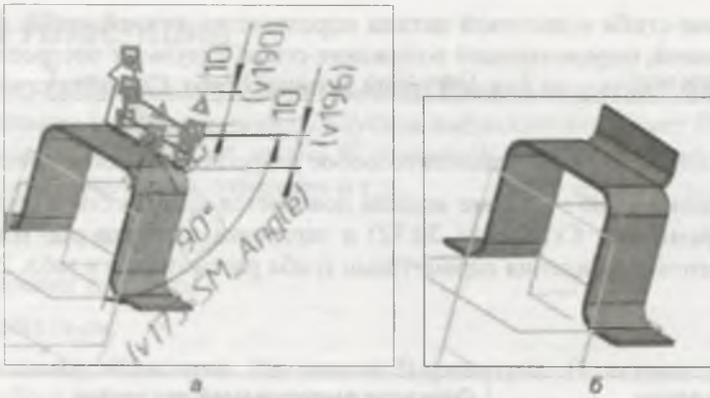
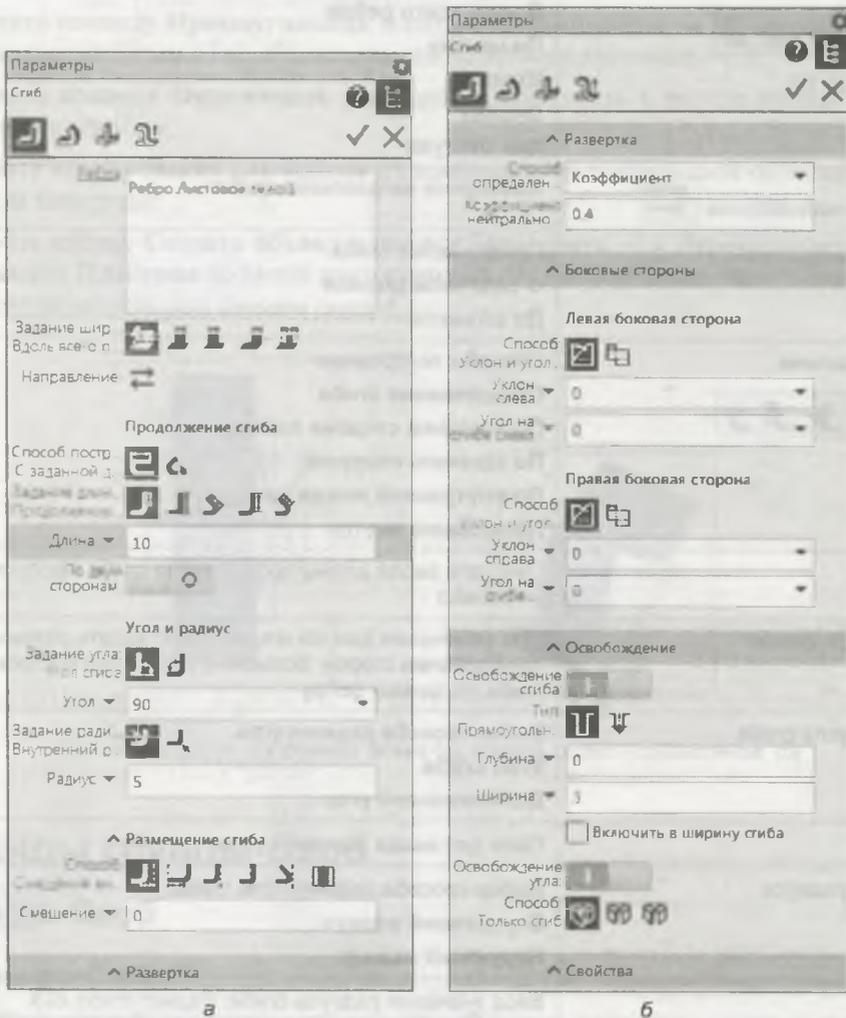

Рис. 29.11. Фантом сгиба (а); сгиб на модели 2 (б)
Рис. 29.12. Панель Параметры: Сгиб: верхняя часть (а); продолжение (б)
- ♦ нажмите кнопку **Сгиб** — в окне модели появляется фантом сгиба (рис. 29.11, а). На панели **Параметры: Сгиб** (рис. 29.12) в заголовке имеются все команды группы **Сгиб**. Элементы управления параметрами сгиба рассмотрены в табл. 29.3;
- ◆ нажмите кнопку **Создать объект**. У вас должно получиться как на рис. 29.11, б. В **Дереве** модели появился элемент **Сгиб 1**. Сохраните листовую деталь под именем Скоба 2.1.